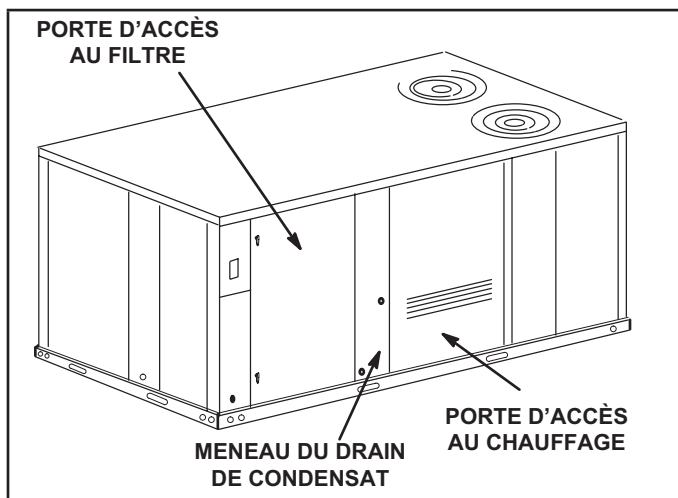

FIGURE 5
- 1 - Retirer la porte d'accès au compartiment de chauffage. Voir FIGURE 5.